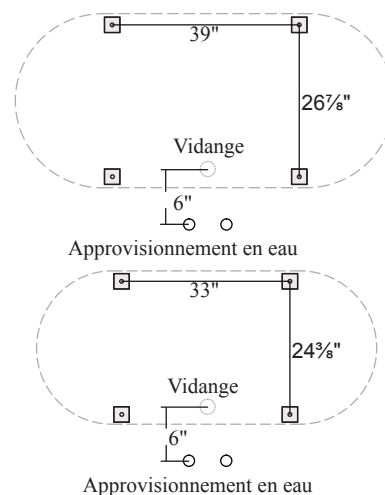

Figure 19. Sécuriser la baignoire
- 2 Mesure n ° 6 "du centre de la ligne d'approvisionnement en eau au centre de l'ouverture drain de la baignoire (Figure 19).